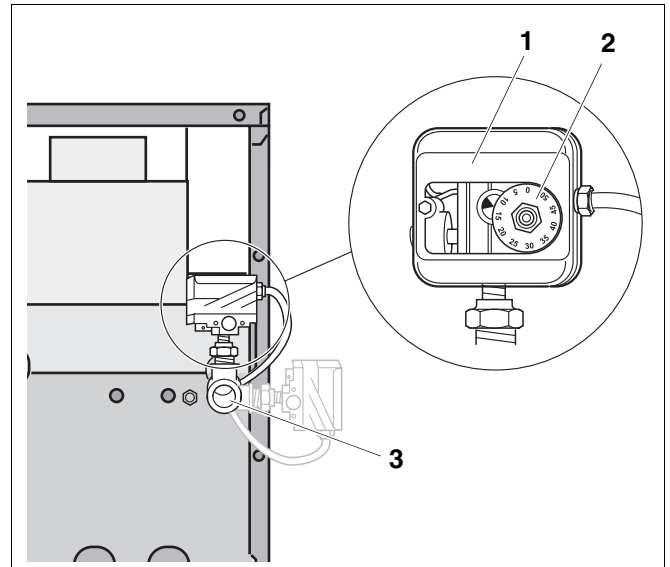

Abb. 46 Gasdruckwächter installieren
- Gasdruckwächter (Abb. 46, **Pos. 1**) unmittelbar am Gasanschluss (Abb. 46, **Pos. 3** und Abb. 19, Seite 24) des Heizkessels mit der Einstellscheibe (Abb. 46, **Pos. 2**) nach oben oder nach außen in der Gasleitung eindichten (Reduziernippel verwenden).